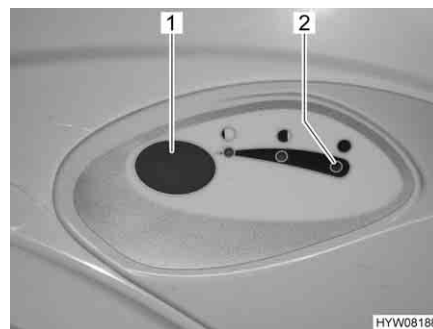

Fig. 175 Botón del inodoro/luz de control del inodoro Thetford
- Para lavar, pulsar el botón del inodoro azul (Fig. 175,1).
La luz de control (Fig. 175,2) se enciende cuando es necesario vaciar el depósito de aguas fecales.